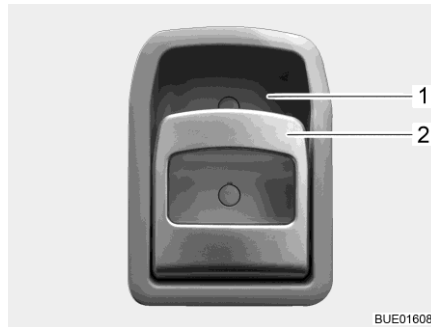
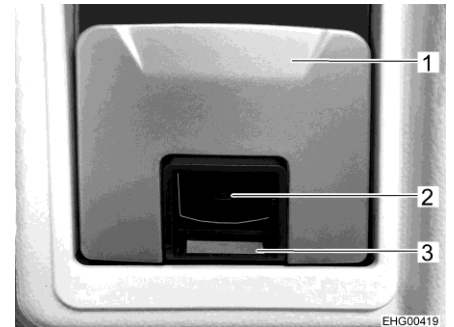

Fig. 53 Serrure de la porte (porte cellule à l'intérieur)
Fig. 54 Serrure de la porte, variante (porte cellule à l'intérieur)
- Tirer sur la poignée (Fig. 53,2 ou Fig. 54,1). La serrure de la porte se déverrouille ou s'ouvre.
- Appuyer sur la poignée (Fig. 53,2) en haut en direction de l'évidement (Fig. 53,1) dans lequel elle repose. La serrure de la porte se verrouille.
- Enfoncer la surface noire (portant le symbole de serrure) (Fig. 54,2) jusqu'à ce que la surface rouge (Fig. 54,3) devienne visible. La serrure de la porte se verrouille.